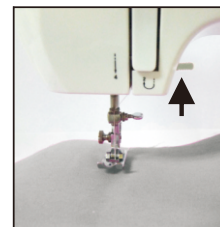

Fig.11
2. Nosta paininjalka ja aseta kangas jalan alle (fig.11).